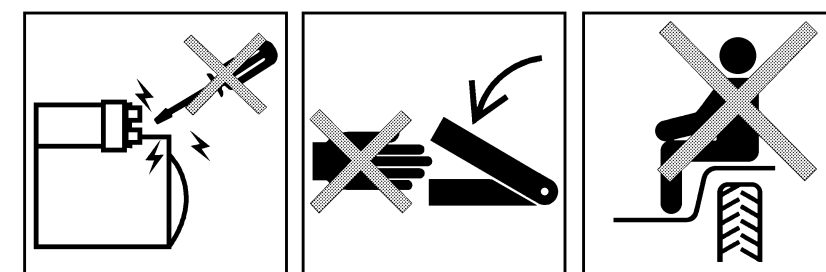

图 D.27 用红×表示禁止行为或危险区域的图示示例
D.9.2 红×用于表示禁止行为或者危险区域：一个红×可位于从事禁止行为或者处于危险区域的人体上；红×表示所描绘的行为是禁止行为或者所指出的区域可能是危险区域，且应该避免的反面信息。×的两条斜线相互垂直并与图形符号边框线成45°。图D.27给出了用×表示禁止行为或危险区域的危险图形符号示例。